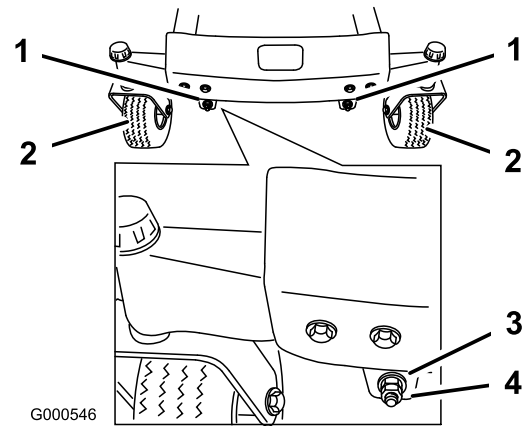

Bild 47
11. Nehmen Sie für das Einstellen der Schnittmesserneigung in Längsrichtung die Sicherungsmuttern ab. Drehen Sie dann die Einstellmuttern vorne am Mähwerk (Bild 47).
13. Prüfen Sie, nachdem beide Einstellmuttern gleichmäßig eingestellt worden sind, erneut die Schnittmesserneigung in Längsrichtung. Fahren Sie mit der Einstellung der Muttern fort, bis die vordere Schnittmesserspitze um 1,6-7,9 mm tiefer liegt als die hintere Spitze (Bild 47).
Hinweis: Stellen Sie nach dem Einstellen der Einstellmuttern sichern, dass die Stützstangen kein Spiel aufweisen (Bild 48). Ziehen Sie die Stangen fest, wenn ein Spiel vorhanden ist (Bild 47).